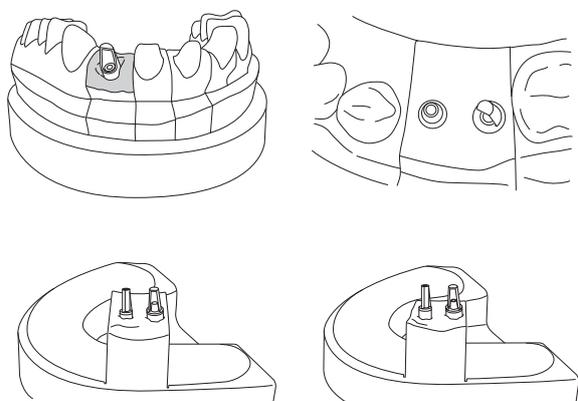

図 1（模型分割）
- 作業用模型は隣接面部（図 1）のみ分割をお願いいたします（インプラント間の分割は不要です）。未分割の場合、お断りさせていただく場合もあります。また、お送りいただいたままの位置で読み込みますので、フィクスチャーとアバットメントはしっかりとスクリューで固定をお願いいたします。必要に応じてアバットメントを取り外す場合もありますので、ジグインデックス（図 2）をお送りいただくことをお勧めします。